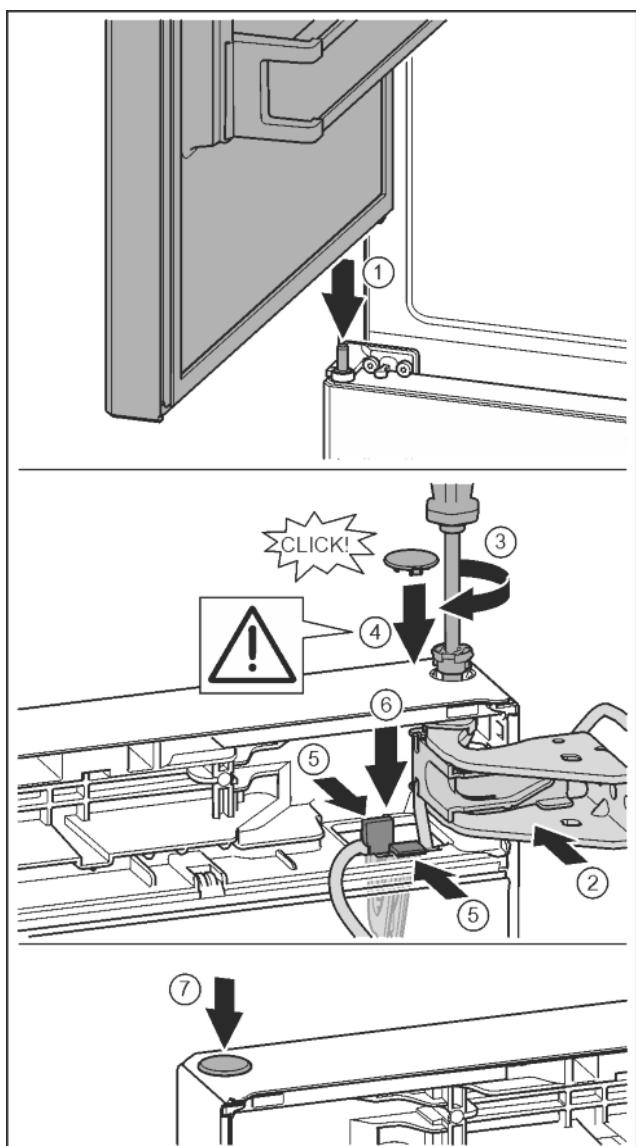

Fig. 37
- установка верхней двери на средний опорный палец Fig. 37 (1)
- Дверь вверху выровнять по отверстию в опорном кронштейне. Fig. 37 (2)
- Вставить палец и затянуть отверткой T15. Fig. 37 (3)
- Установить предохранительную крышку для защиты двери: вставить предохранительную крышку и проверить, прилегает ли она к двери. В ином случае вставить палец полностью. Fig. 37 (4)
- Вставить держатель кабеля с закрепленным на нем кабелем в отверстие. При этом более длинное отверстие соединительной накладки должно быть направлено вперед. Fig. 37 (5)
- Прижать держатель вниз так, чтобы соединительная накладка защелкнулась. Fig. 37 (6)
- Вставить заглушку. Fig. 37 (7)